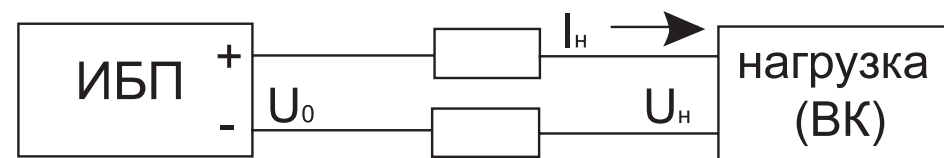

Рис. 1
Во-вторых, размещение ВК на значительном расстоянии от поста наблюдения предполагает использование длинных соединительных линий электропитания, на которых происходит существенное падение напряжения. Оценить величину напряжения на нагрузке с учетом падения напряжения на соединительной линии можно по формуле (1) в соответствии с эквивалентной схемой приведенной на **рис. 1**.